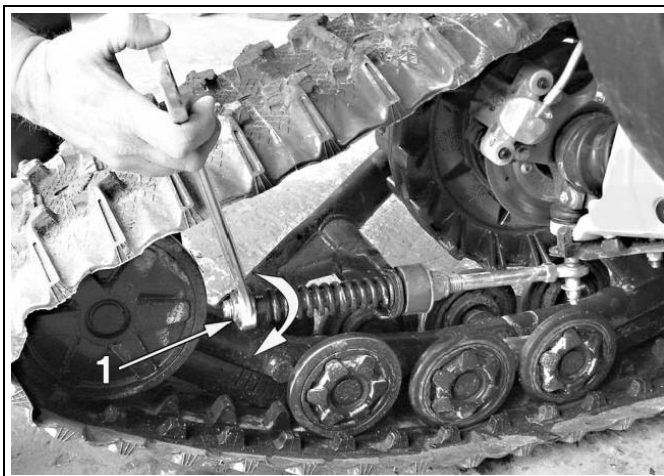
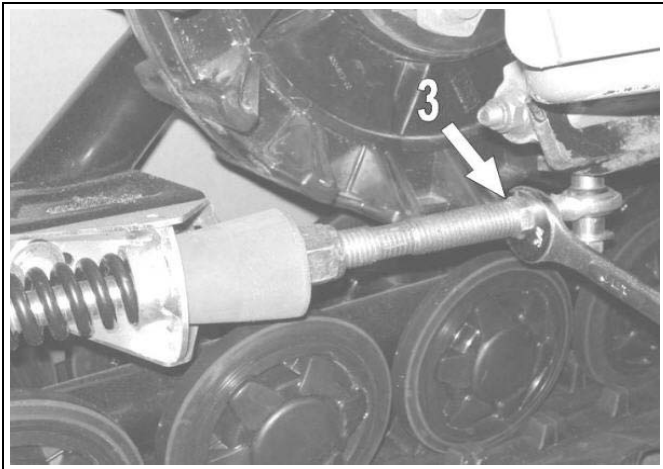

Abbildung 6
Abbildung 7
- Drehen Sie Überwurfmutter (1) bis diese die Feder berührt, dann drücken Sie die Feder zusammen, indem Sie diese Überwurfmutter 1,5 Drehungen drehen (siehe Abbildung 6).
*HINWEIS: In einigen seltenen Fällen, wenn die Überwurfmutter (Teil 1 in Abbildung 6) zum Zusammendrücken der Feder durch Einstellungen das Ende der Gewindestange erreicht hat, verlängern Sie die Baugruppe, indem Sie die Gegenmutter (Teil 3 in Abbildung 7) lösen und den Stangenkopf soweit heraus schrauben, dass max. 19 mm des Gewindes sichtbar sind. Achten Sie darauf, dass Sie die Gegenmutter nach der Montage wieder gut festziehen.*